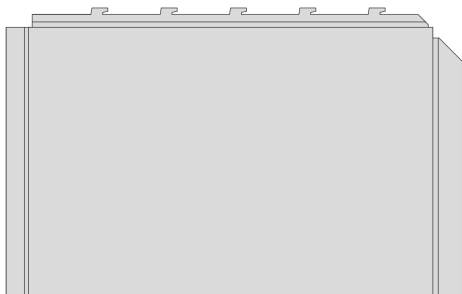

图 13-72 线性阵列特征效果
(3) 单击【线性阵列】按钮, 弹出【线性阵列】属性管理器, 选择合适的边线对象, 单击【反向】按钮, 设置【间距】为 65、【实例数】为 5, 选取基体法兰特征, 单击【确定】按钮, 线性阵列特征, 如图 13-72 所示。